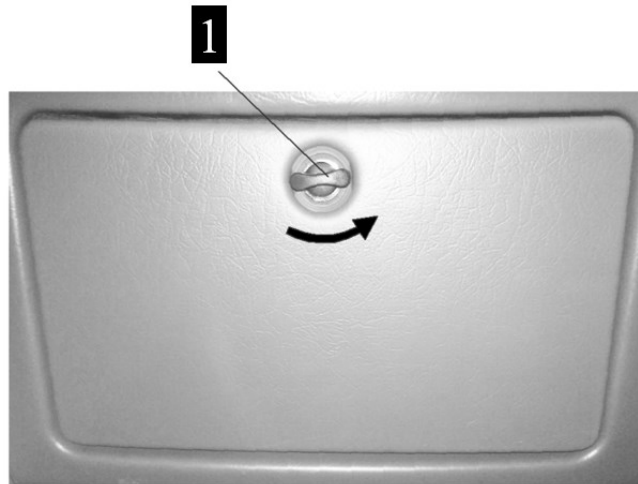

Рисунок 3.48. Ящик для документации (закрыт)
- Поверните ручку 1, рис. 3.48.